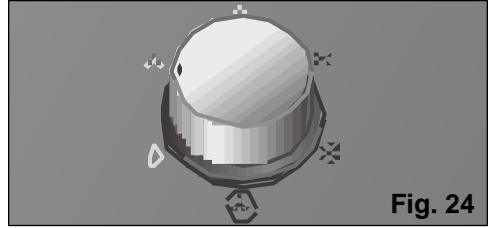

Fig. 24
- Seleccionar el modo de purificación \swarrow por medio del selector de funciones, **Fig. 24**.